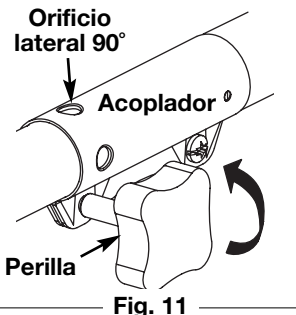
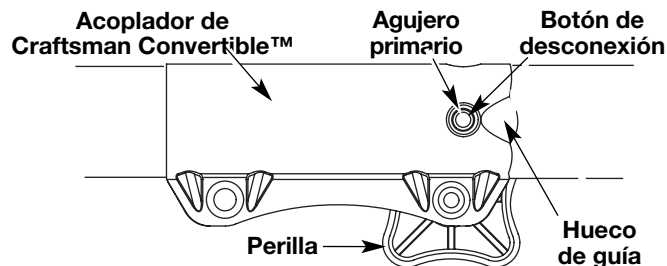

Fig. 11
Fig. 12
2. Gire la perilla en sentido antihorario para aflojarla (Fig. 11).
3. Oprima y sostenga el botón de desconexión (Fig. 12) y gírelo con firmeza 90° en cualquier dirección (según el modo en que quiere recortar el borde) (Fig. 11).
2. De vuelta a la perilla a la izquierda para aflojar el acoplador (Fig. 11).